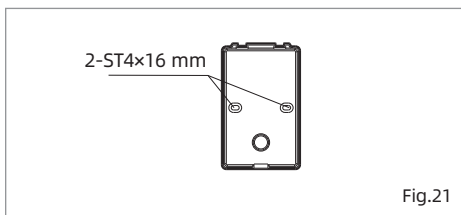
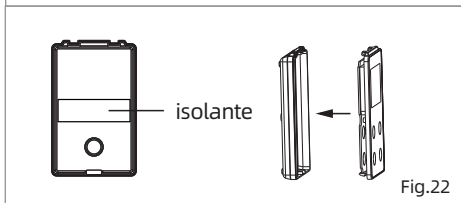

Fig.21
Fig.22
1. Choisissez un emplacement pratique pour placer la Contrôleur filaire. La connexion entre le contrôleur de fil et le chauffe-eau devrait être raisonnablement aménagée en fonction de l'environnement spécifique. Fixer le support inférieur du contrôleur avec les deux vis ST4x16 fournies (Fig.21), collez l'écrou avec le isolant fourni (Fig.22) et placez le contrôleur dans le support inférieur.